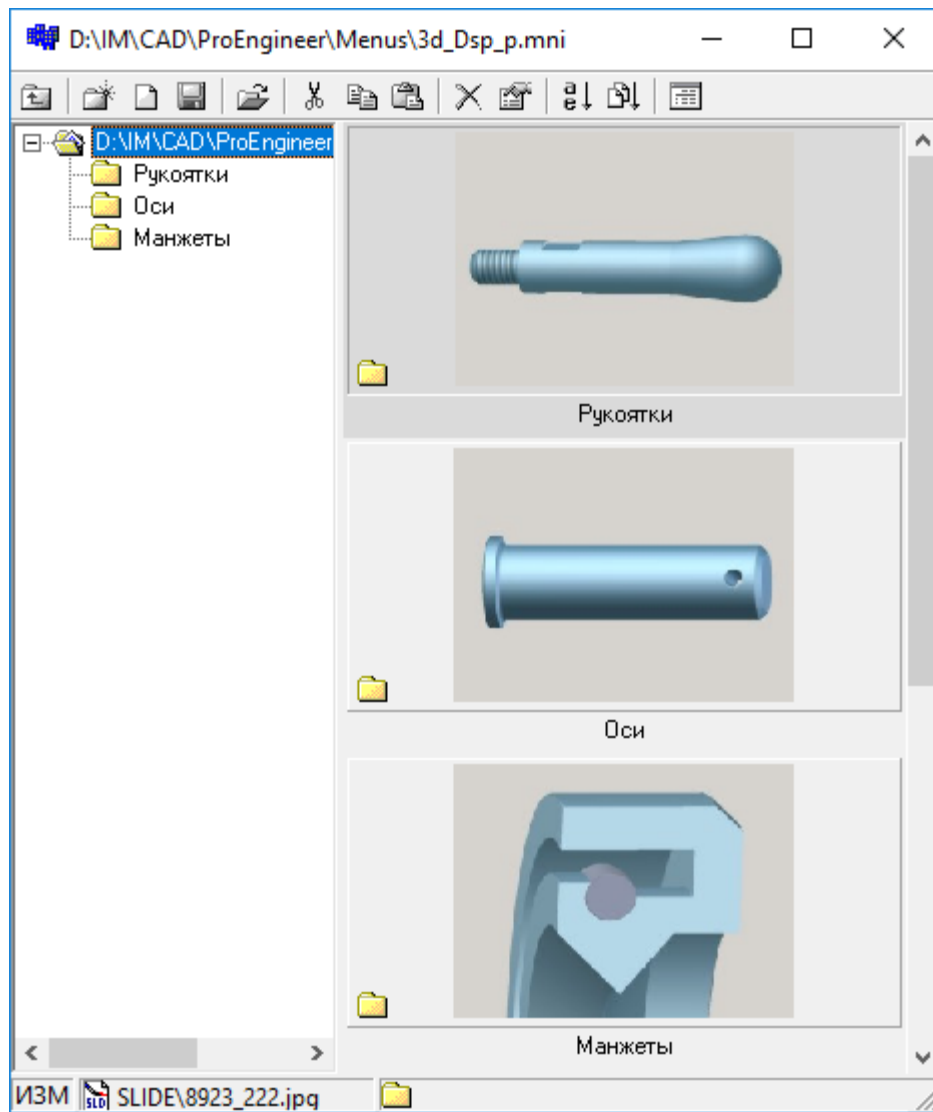

Рисунок 3-42
1. Вызвать команду **Инструменты/Cadmech/Прочие элементы**  (Рисунок 3-42).